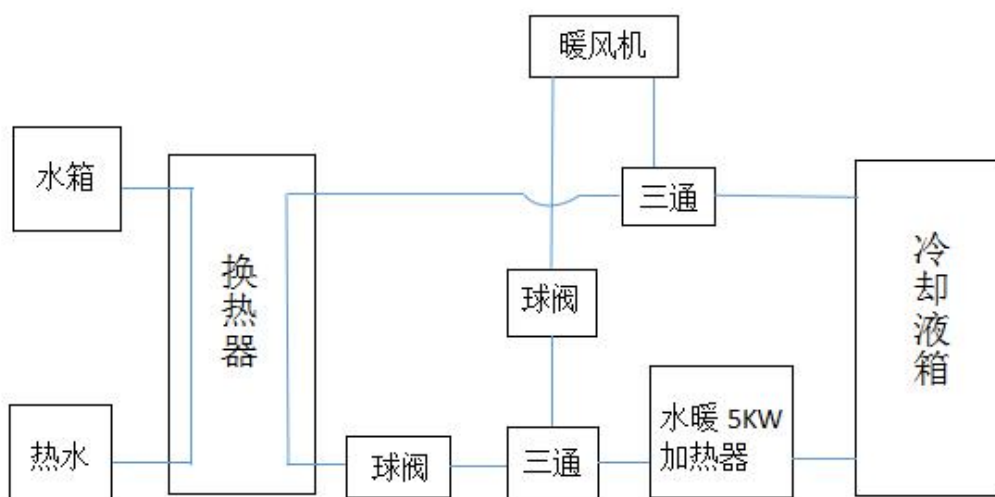

图 4
8. 以上是加热器与发动机水循环管路的连接。加热器在房车上与独立水路的连接请参考图 4。